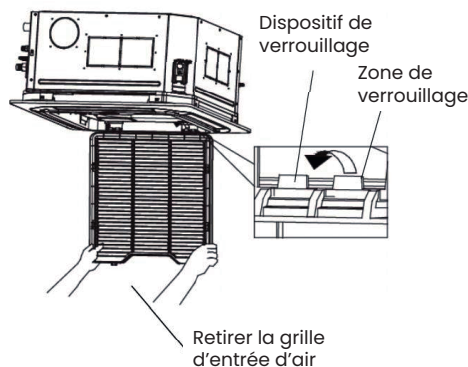

Figure 2
2. Positionner la grille à 45° (Figure 2) puis la retirer.